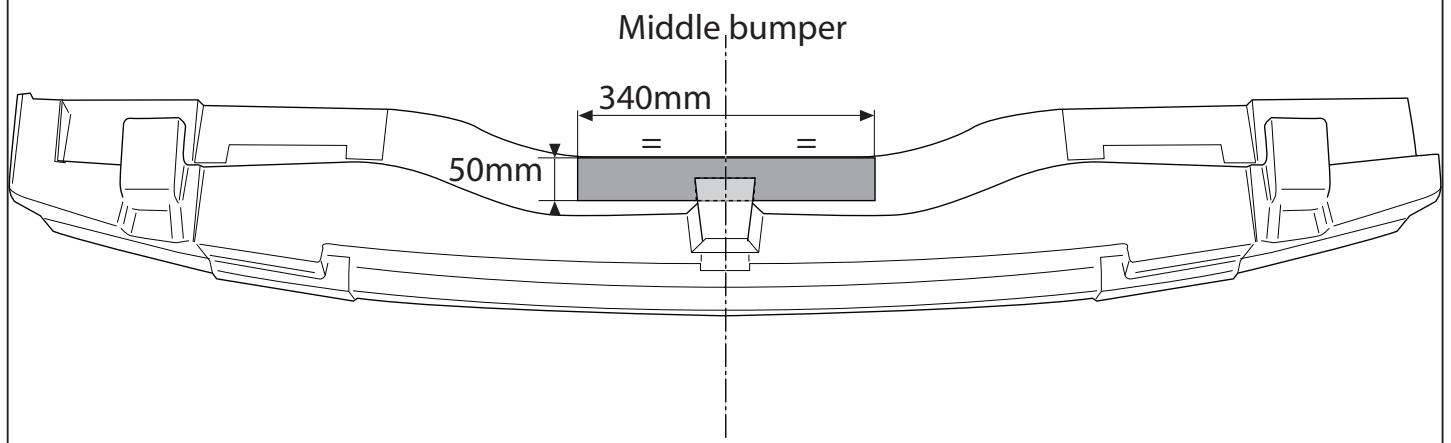

Fig.2
5. Выпилить обозначенную часть, как указано на рис. 2.
12. Просверлить отверстия В диаметром 11 мм насеквз. (См. рисунок 2).